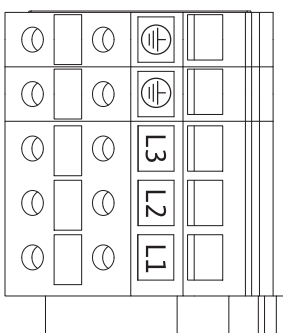

Рис. 28: Силовые клеммы (сетевые соединительные клеммы)
- Силовые клеммы (сетевые соединительные клеммы) (рис. 28)